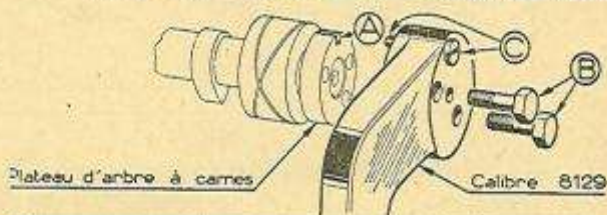

Fig. 20. — Mise en place du calibre.
- 4° Fixer le calibre 8.129 sur le plateau d'arbre à cames, en appuyant à la main, les deux vis de fixation B. Engager ensuite la vis pointeau C dans l'encoche A du plateau (sans forcer). Serrer modérément les deux vis B (figure 20) ;